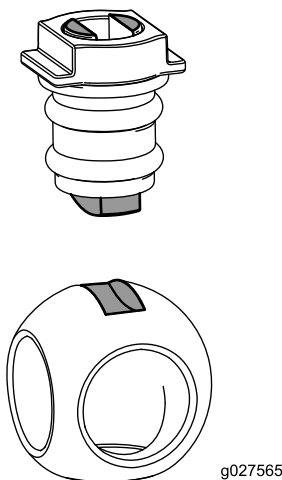

Figura 125
6. Introduceți bila în corpul supapei (Figura 125).
Notă: Tija supapei trebuie să se potrivească în interiorul fantei de acionare a bilei. Dacă tija supapei nu se potrivește, reglăi poziția bilei (Figura 125).